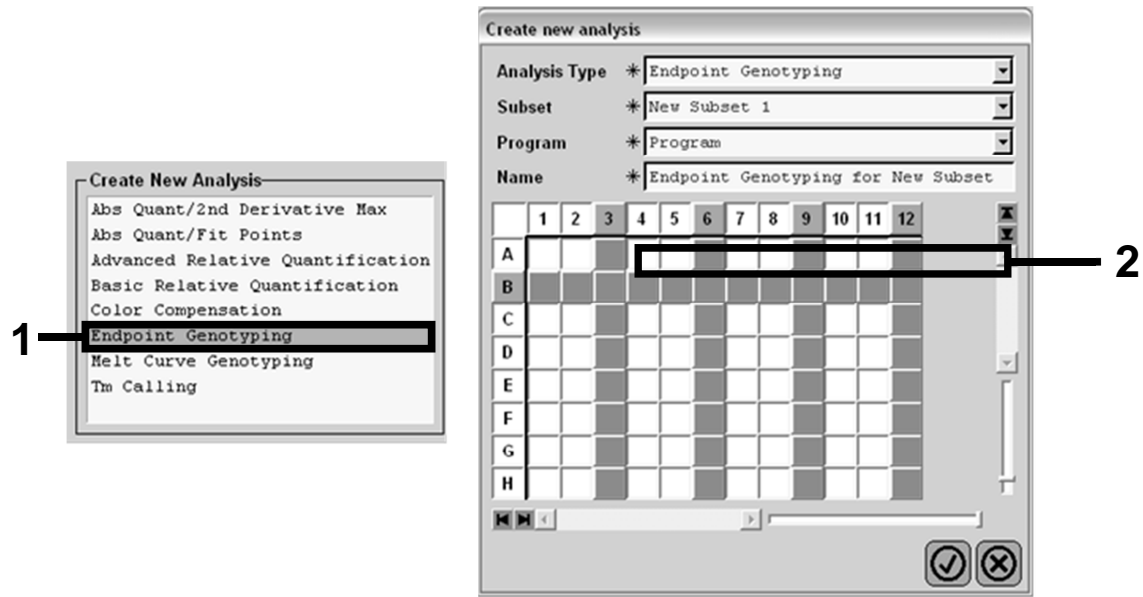

Figure 23. Sélection du type d'analyse et du sous-groupe à analyser
14. Dans la boîte de dialogue « Create New Analysis » (Créer nouvelle analyse), sélectionner « Endpoint Genotyping » (Génotypage en End Point) puis sélectionner le sous-groupe (subset) à analyser dans le menu « Subset » (figure 23).